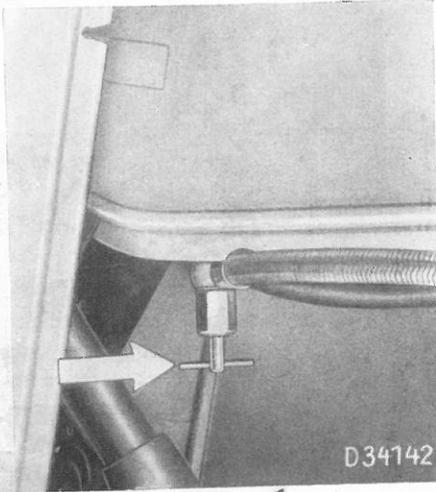

fig. 39 Robinet du réservoir à combustible
- a) Ouvrir le robinet du réservoir à combustible (fig. 39).